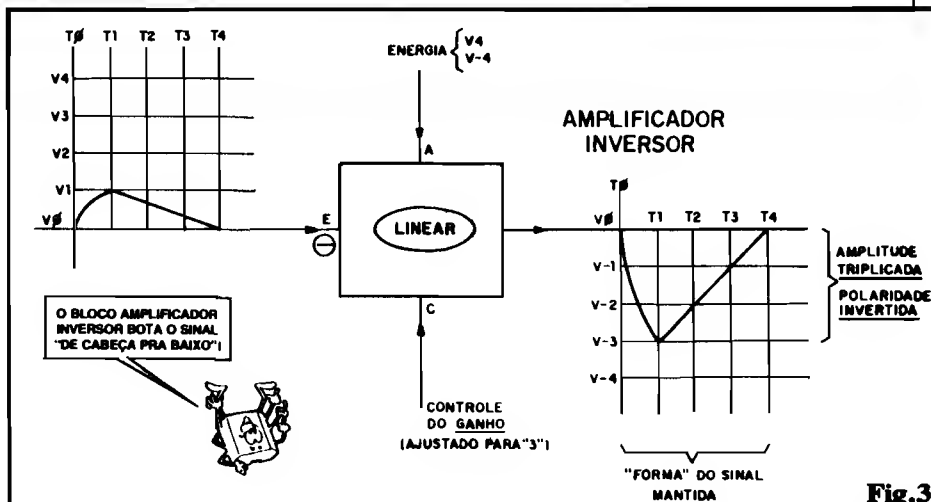

Fig.3
- FIG. 3 - O AMPLIFICADOR LINEAR INVERSOR - Logo "de cara", vejam que "mudou" aquele sinalzinho junto a letra "E" representativa do terminal de ENTRADA do bloco... Agora, o tal